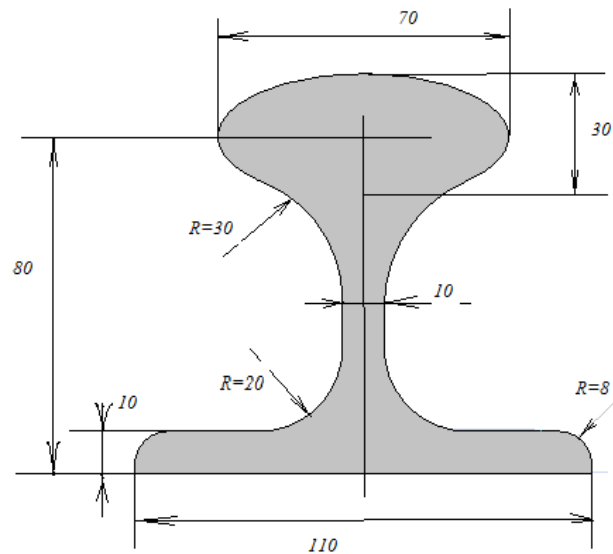

Рис. 2. Профіль рейки, що симетричний відносно вертикальної осі
**Вихідні дані:** Ескіз рейки наведено на рис. 2.